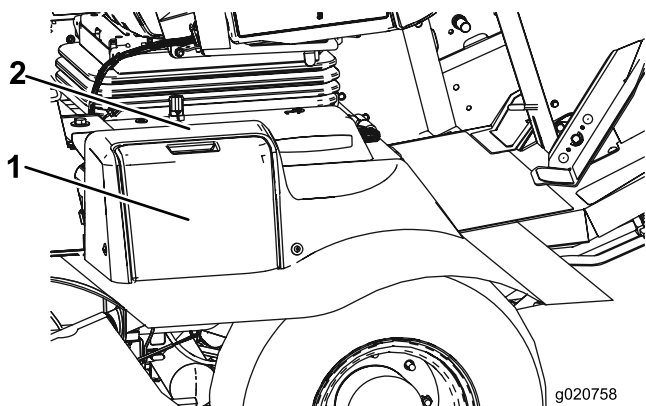

Figura 54
1. Aprite il coperchio della batteria (Figura 54). sul lato della copertura.
**Nota:** Premete sulla superficie piatta sopra il coperchio della batteria per facilitare la rimozione del coperchio (Figura 54).